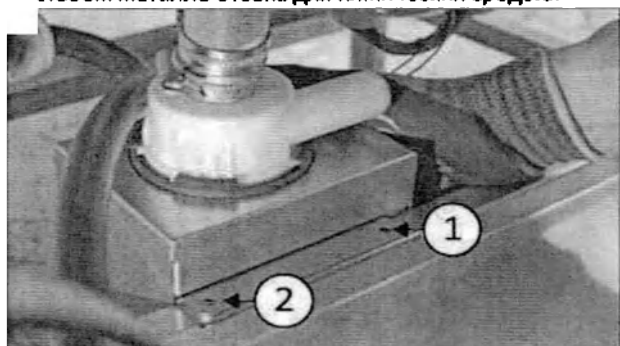

Рис. 7.2
- 2) Установите сливной насос, следя за тем, чтобы отверстия для винтов (1 и 2 Рис. 7.2) правильно совпадали с отверстиями в отсеке для химических средств.